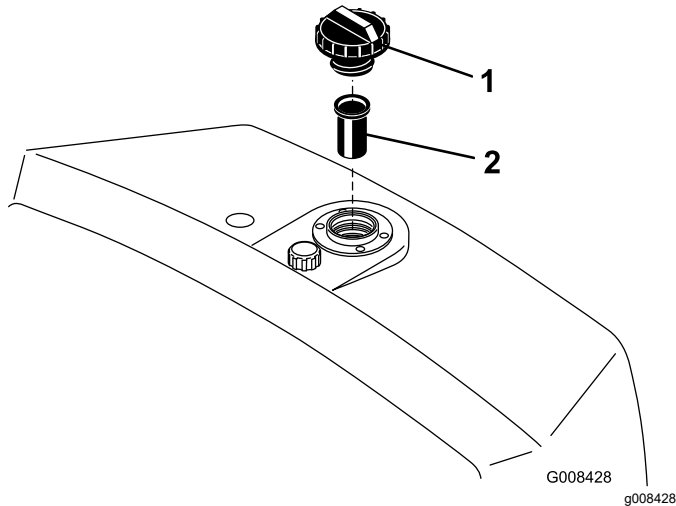

Figura 49
2. Scoateți capacul rezervorului și verificați nivelul uleiului. Uleiul ar trebui să ajungă până la partea de jos a ecranului din gâtul buconului (Figura 49).